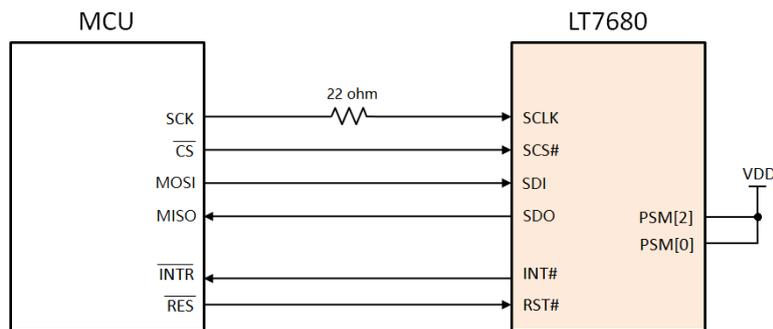

图 6: 4 线式 MCU SPI
- MCU 接到 LT768x 的 SPI 均串联 22R 电阻 (如图 6)。